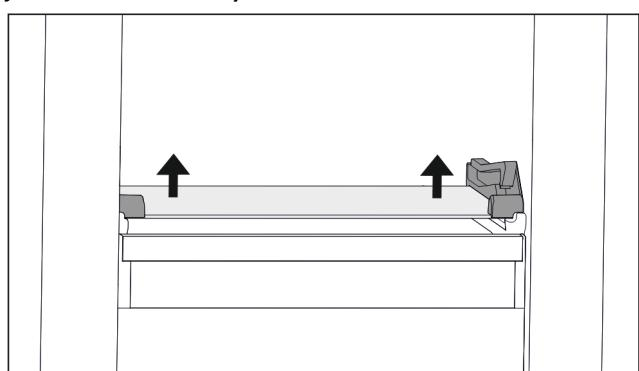

Fig. 70 Skleněná deska odsklápací zásuvky
- ▶ Vytlačte skleněnou desku zdola na obou stranách nahoru. (viz Fig. 70)